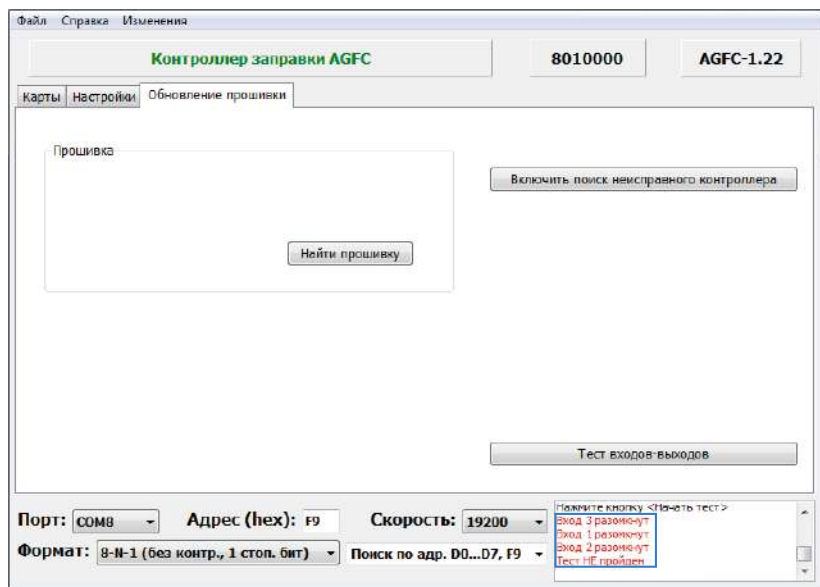

Рис.25. Состояние проверки при неисправности входов/выходов.
- Программа выполнит проверку входов и выходов и в случае неисправности отобразит ошибки в окне состояния (Рис.25).